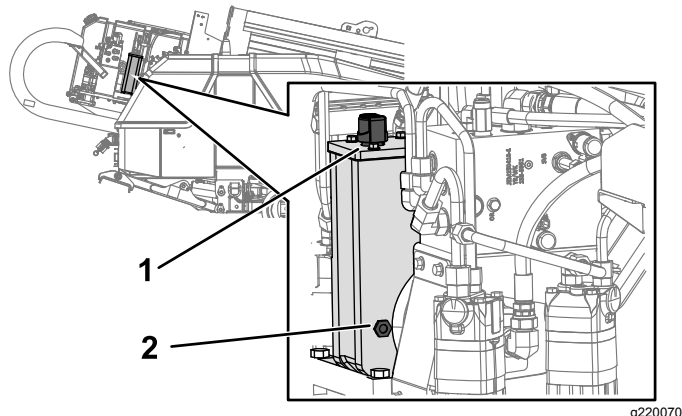

Figure 100
2. Contrôlez le niveau d'huile par le regard sur l'entraînement à réducteur (Figure 100).
3. Retirez le reniflard et ajoutez de l'huile dans l'entraînement jusqu'à ce que le niveau d'huile arrive au moins à mi-hauteur du regard (Figure 100).
6. Remplissez le réducteur d'huile jusqu'à ce que le niveau dépasse la moitié du regard (Figure 100).